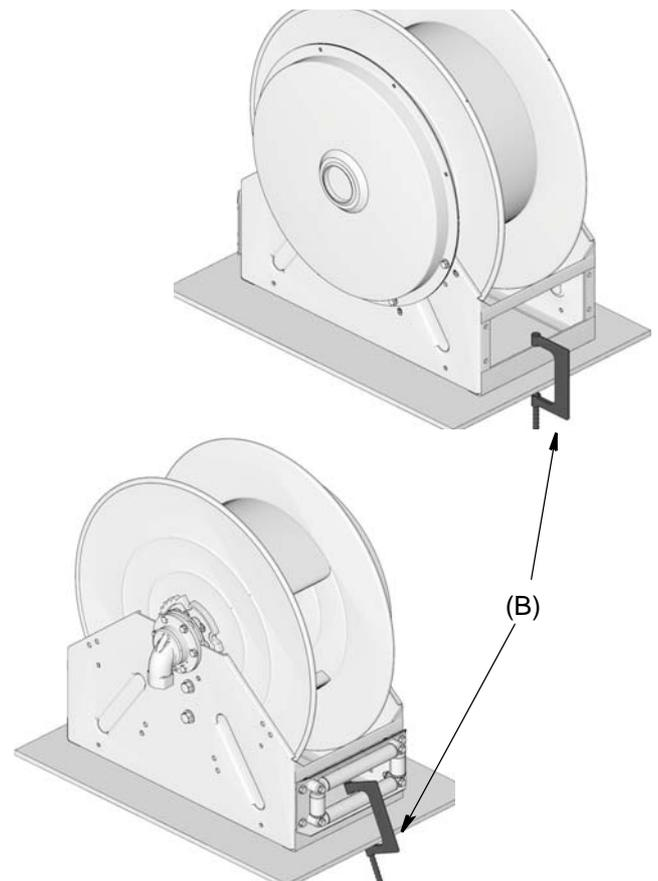

FIG. 5
1. Si l'enrouleur de tuyau n'est pas installé à un endroit fixe, utiliser 2 gros colliers de serrage en C (B) (un à l'avant et l'autre à l'arrière) pour attacher l'enrouleur de tuyau sur une surface plate (FIG. 5). Graco recommande de mettre un chiffon sur le rouleau inférieur et le châssis arrière afin de protéger ces surfaces de tout dommage qui pourrait survenir lorsque les colliers en C sont serrés.